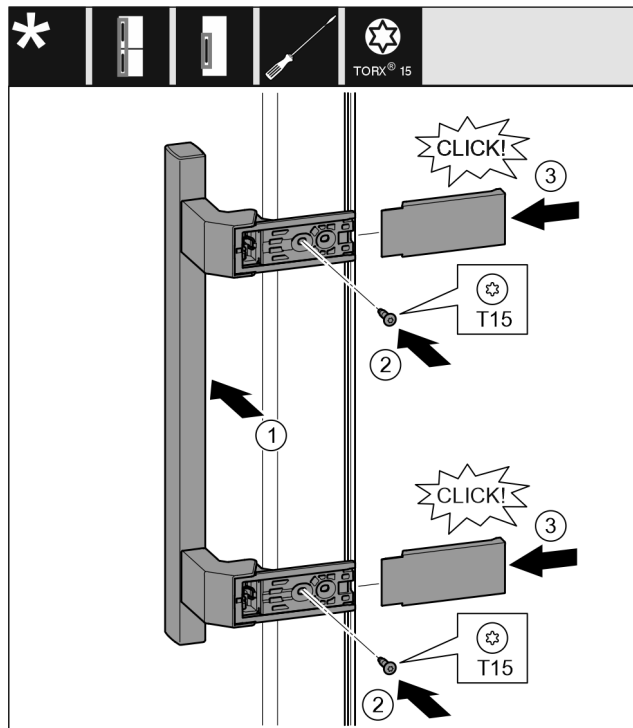

Fig. 14
- ▶ Поставете дръжката от другата страна. Fig. 14 (1)
- ▶ Затегнете винтовете с отвертка T15. Fig. 14 (2)
- ▶ Поставете отстрани капците и ги нахлузете. Fig. 14 (3)